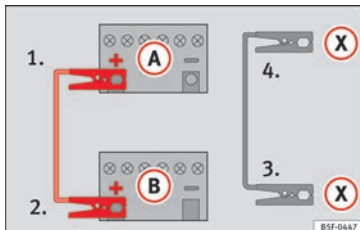

Bild 78 Skiss över anslutning i fordon med start-/stoppsystem
- **Fordon med start-/stoppsystem:** Anslut ena änden av den **svarta** startkabeln **(X)** till en lämplig jordpunkt, en fast metalldel på motorblocket eller till själva motorblocket » » bild 78.